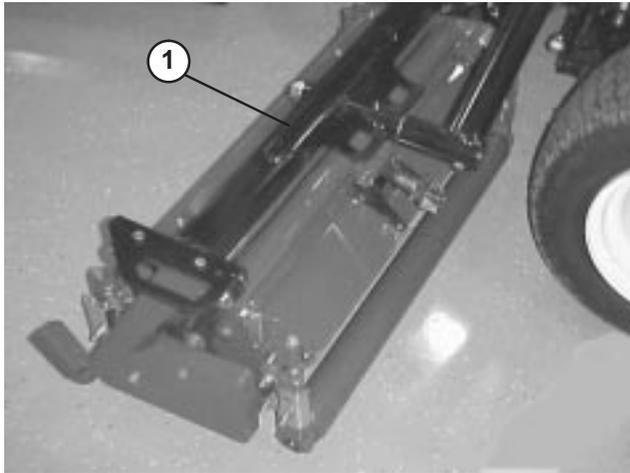
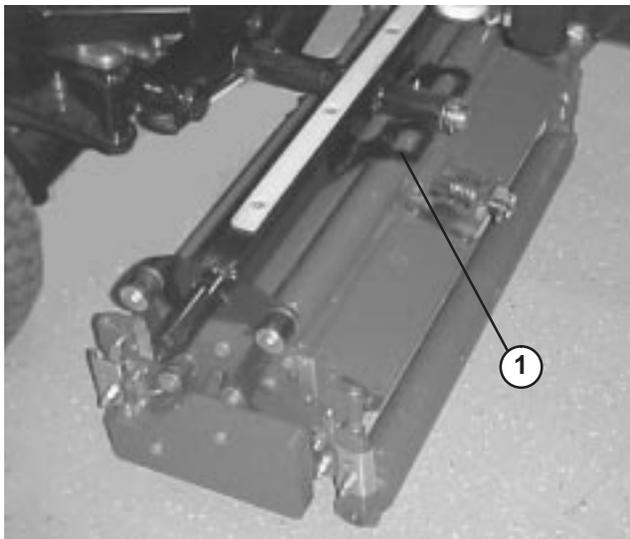
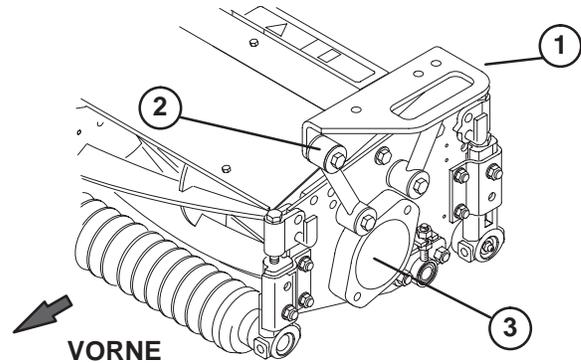

Bild 16
Bild 17
Bild 18
Hinweis: Heben Sie beide Hubarme ganz an. Verlegen Sie jetzt die Schläuche, wie in Bild 18 dargestellt, und lassen Sie einen Abstand zum Hubarm von 1–3 mm.
2. Setzen Sie einen vorderen Trägerrahmen (Bild 16) auf jedes vordere Mähwerk. Richten Sie die Befestigungslöcher mit den Befestigungsanschlüssen aus, wie in Bild 18 dargestellt.
3. Setzen Sie den hinteren Trägerrahmen (Bild 17) auf das hintere Mähwerk, richten Sie die Befestigungslöcher mit den Befestigungsanschlüssen aus, siehe Bild 18.
4. Befestigen Sie jeden Befestigungsanschluss mit einer 3/8-16 x 2-1/4 Zoll langen Kopfschraube, zwei flachen Scheiben und einer Sicherungsmutter am Trägerrahmen, siehe Bild 18. Setzen Sie bei der Montage an jeder Seite des Anschlusses eine Scheibe an. Ziehen Sie sie auf 42 Nm an.
3. Nehmen Sie an den restlichen Mähwerken die Versandabdeckung von den Lagergehäusen ab (Bild 18).